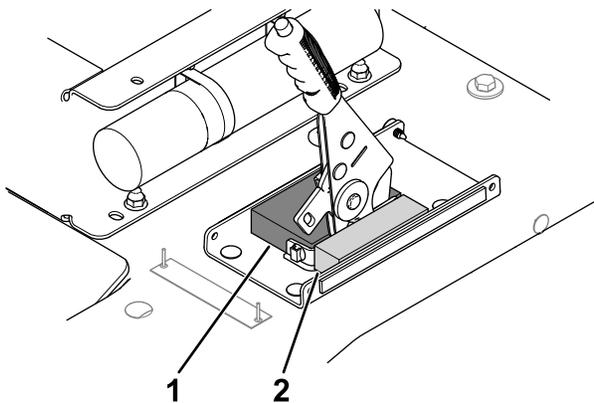

図 14
4. ブレーキ用プラグの裏紙を剥がしてプラグを貼り付ける 図 14。